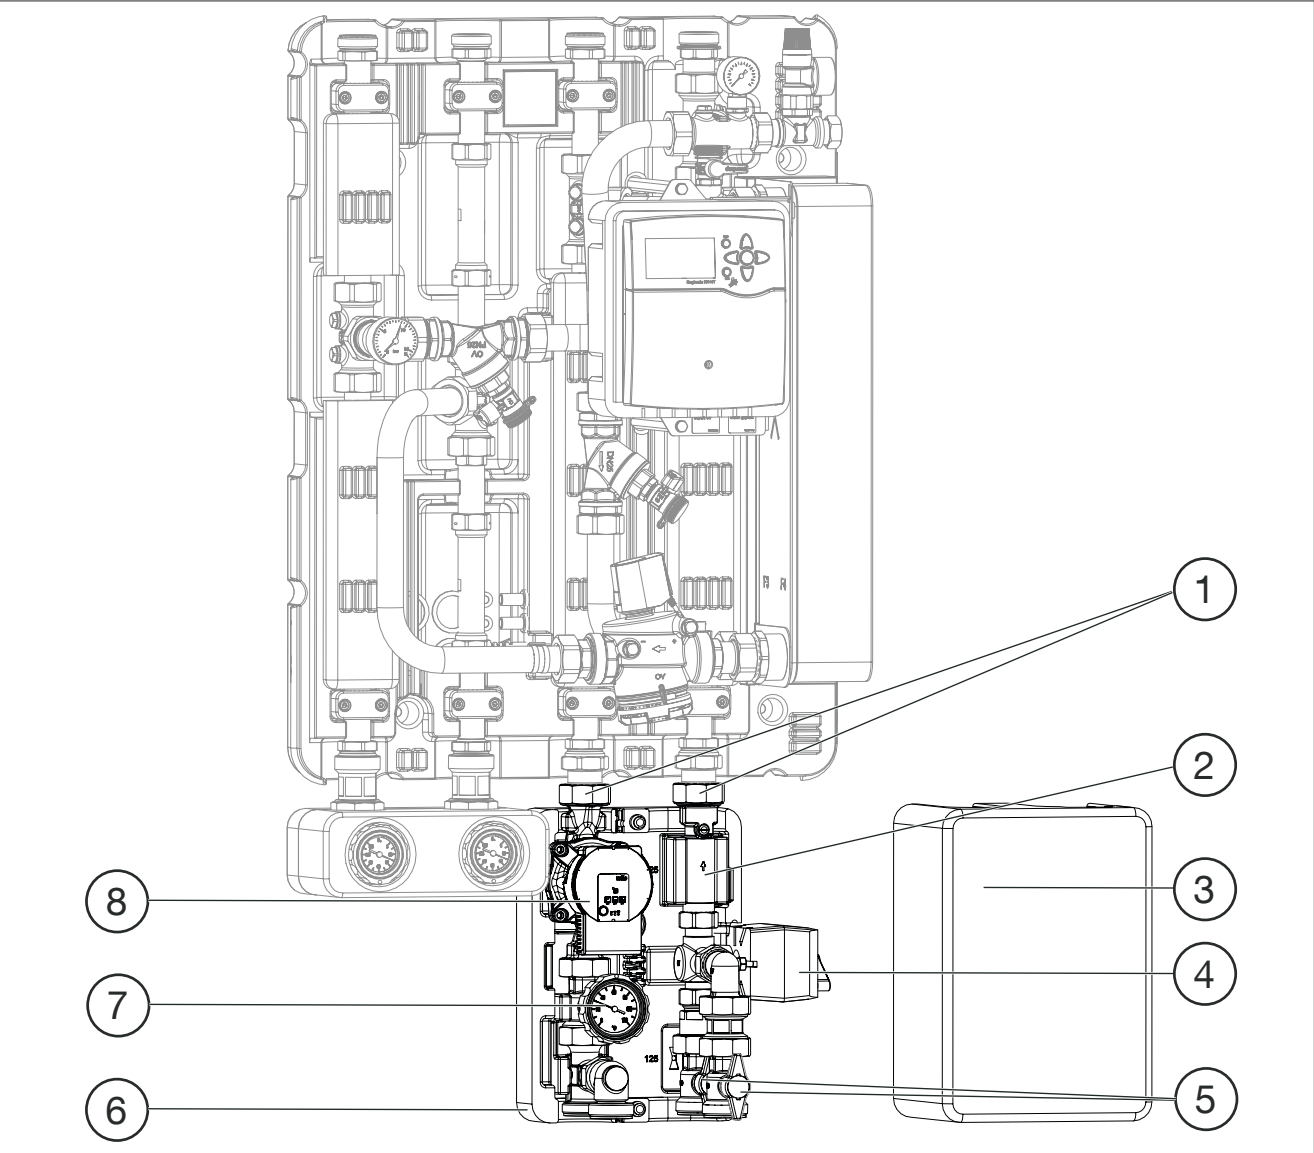

Fig. 11: Sous-station avec jeu de raccordement avec robinets à tournant sphérique et module de commutation HT
(1)	Isolation avant
(2)	Tube de raccordement
(3)	Isolation arrière
(4)	Vanne mélangeuse à trois voies
(5)	Circulateur
(6)	Robinet à tournant sphérique avec thermomètre intégré à la manette
- (7) Module de commutation (vous trouvez la configuration du module de commutation HT sur la Fig. 11 en page 14)
La station Regudis H-H / Regudis H-M est équipée d'un groupe avec circulateur Regumat S (voir Fig. 11 en page 14).
La station Regudis H-HT / Regudis H-MT est équipée d'un robinet de commutation avec moteur tout ou rien (voir Fig. 11 en page 14).